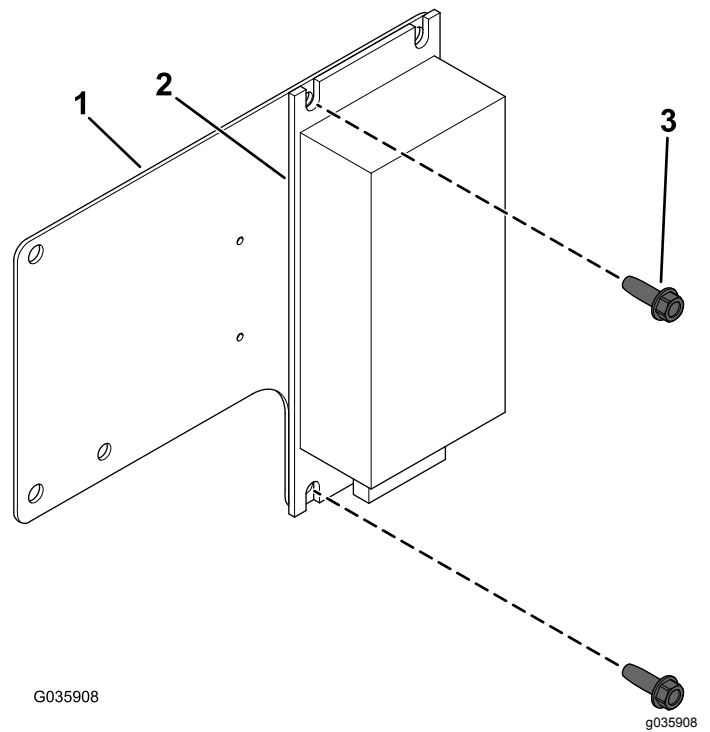

Figure 4
- Fixez le côté gauche du convertisseur sur son support à l'aide de 2 vis autotaraudeuses (1/4" x 3/4"), comme montré à la Figure 4.